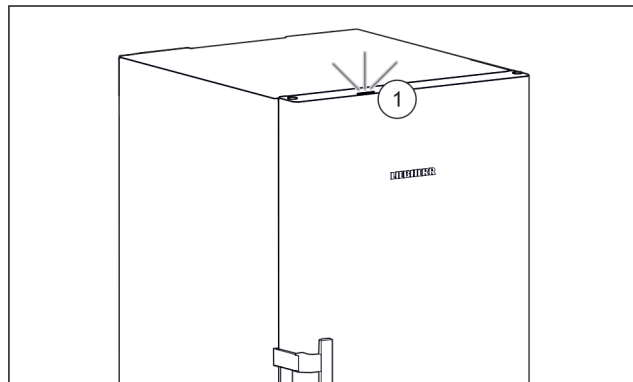

Fig. 4
Při uvedení přístroje do provozu je stavové světlo Fig. 4 (1) z výroby deaktivované.*